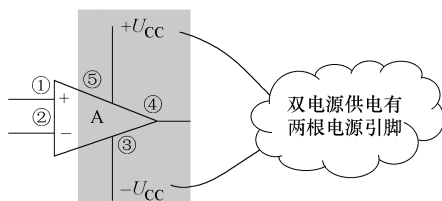

图 13-40 集成运放正负对称双电源供电电路
①脚是同相信号输入引脚，②脚是反相信号输入引脚，④脚是输出信号引脚。
(2) 正负对称双电源供电电路。如图 13-40 所示是集成运放正负对称双电源供电电路。